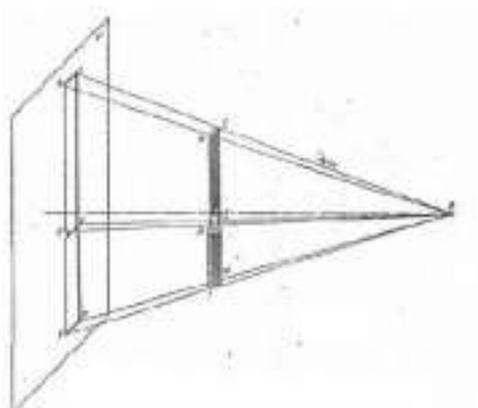

Рис.4.1
Так; например, центральная проекция получается таким образом: из точки  $O$  (рис. 4.1), называемой точкой схода лучей, мысленно проведем ряд лучей через все наиболее
1. По заданным в таблице координатам построить наглядное изображение точек А, В, С и D и эпюры этих точек. Для построения каждой точки выполнить отдельный чертеж рис. 4.1. При построении наглядного изображения ось OY проводится из точки O под углом 45° к горизонта-ли; по оси OY откладывается половина заданного в таблице размера, по осям